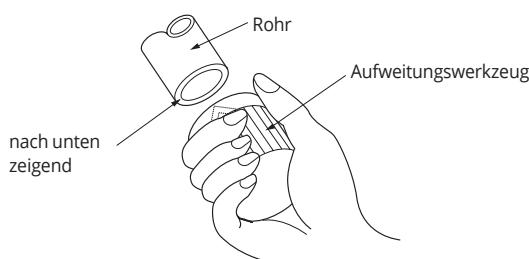

Abb. 6.4
3. Öffnen Sie mit einem 65-mm (2.5 ")-Bohrer ein Loch an der Wand. Stellen Sie sicher, dass Sie einen kleinen Winkel nach unten bohren, sodass die Außenkante der Bohrung um etwa 12 mm (0,5 "). unter der Innenkante liegt. Dies gewährleistet einen ordnungsgemäßen Ablauf des Wassers (Siehe Abb. 6.4). Bringen Sie den Lochschutz an der Wand an. Dies schützt die Ränder des Lochs und hilft bei der Abdichtung, sobald Sie die Installation abgeschlossen haben.